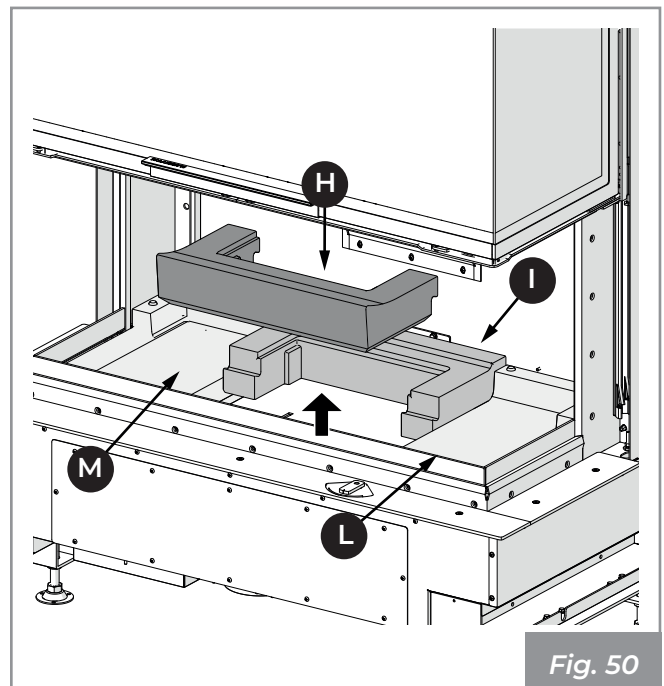

Fig. 50
- 6) Soulever et extraire dans l'ordre les bases en réfractaire (H, I, L, M) de la base et aspirer la cendre éventuellement présente dans les compartiments situés en dessous (Fig. 50).